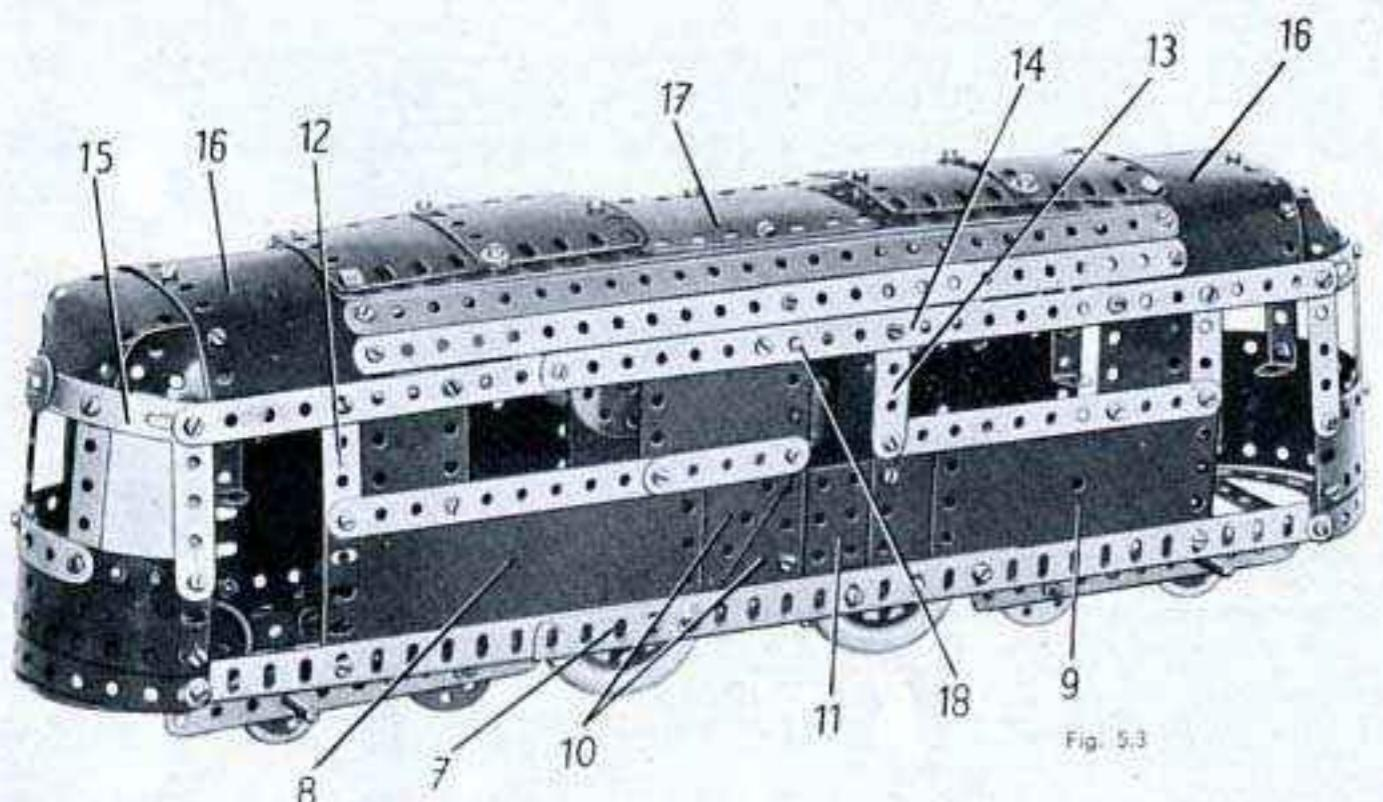

Fig. 5.3
Le côté qui apparaît sur la figure 5.3 est fixé sur un longeron (7) formé, comme le (1) par deux cornières de 25 trous se recouvrant sur 15 trous. Ce côté est recouvert par une plaque flexible de 14x6 cm. (8) la moitié d'une plaque à charnière (9), deux plaques flexibles triangulaires de 6x5 cm. (10) et une plaque à rebords de 6x4 cm. (11). Le côté est prolongé vers le haut par deux bandes coudées de 60x12 mm. (12), une bande de 5 trous (13), deux plaques flexibles de 6x4 cm. et une de 6x6 cm. Les bords supérieurs des plaques sont renforcés par une bande (14) formée d'une bande de 25 trous et d'une de 11 trous. Les cotés une fois fermés sont réunis à chaque extrémité par une bande de 7 trous boulonnée sur les cornières (1) et (7).